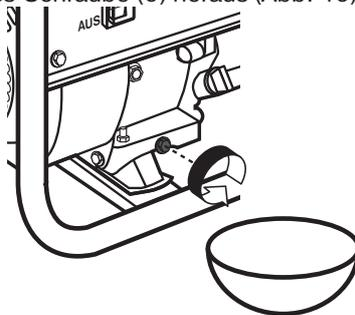

Abb. 16
5. Drehen Sie die Ölablass-Schraube (9) heraus (Abb. 16).